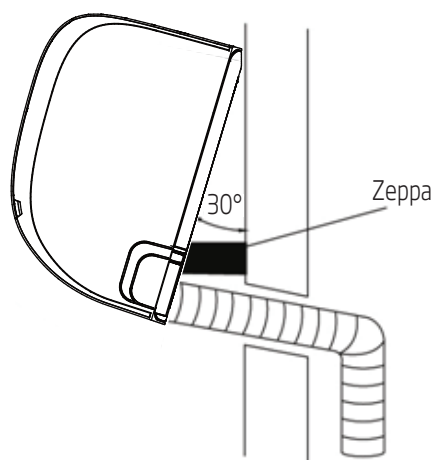

Fig. 5.11
2. Utilizzare una staffa o una zeppa per puntellare l'unità, fornendo in questo modo sufficiente spazio per collegare le tubature del refrigerante, il cavo del segnale e il tubo di scarico. Per un esempio, consultare la Fig. 5.11.